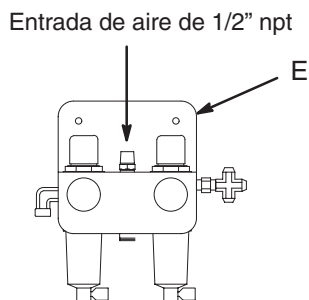

Fig. 3.11
1. Con el kit de control del aire (E) se suministran 7,6 m de línea de aire. Vea la Fig. 3.11.